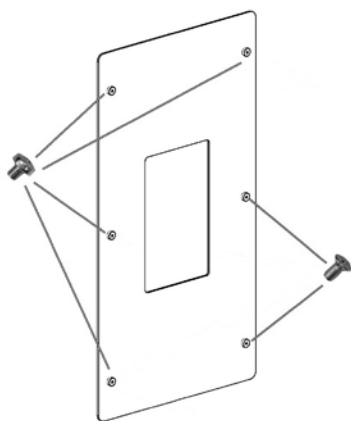

Fig. 41 - Draai de schroeven aan
- Draai de schroeven aan op de openingen op het glas: 4 schroeven met ronde kop en 2 schroeven met platte kop (zie **Fig. 41**).